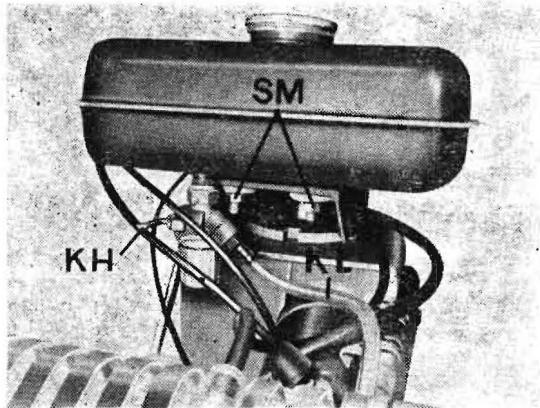

Bild 8/1
1. Kontrollieren, ob Kraftstoffhahn (KH) geschlossen ist
2. Kraftstoffleitung (KL) vom Kraftstoffhahn abziehen
3. Lösen der Sechskantmutter (SM)
4. Tank nach oben abheben (Bild 8/1).